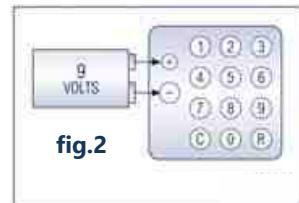

fig.2
1. appoggiare la batteria da 9 volts 6LR61 (fig. 2) rispettando la polarità e mantenerla per tutta la durata delle operazioni successive;